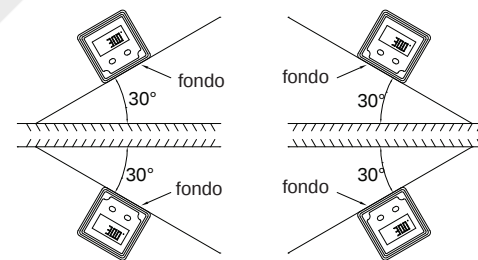

fig.4
7. El instrumento puede utilizarse en 4 orientaciones, la pantalla se voltea cuando la parte inferior mira hacia arriba (Fig.4).